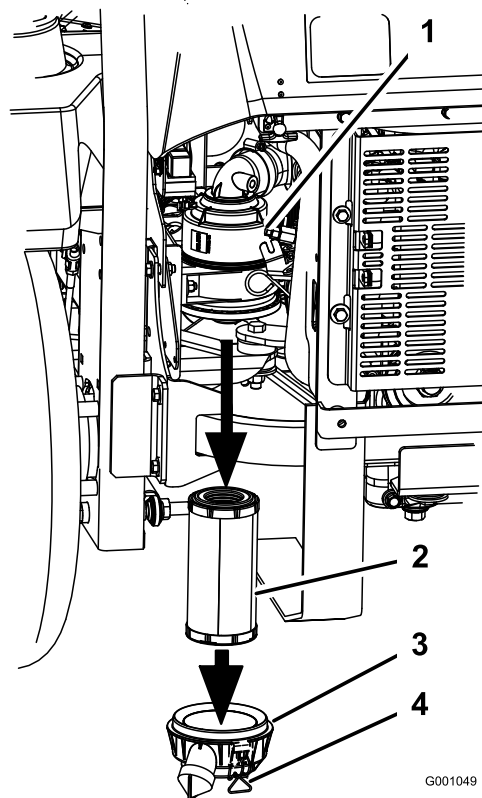

Figure 31
3. Ouvrez les attaches du filtre à air et enlevez le couvercle du corps du filtre (Figure 31).
5. Sortez l'élément filtrant du corps du filtre avec précaution (Figure 31). Évitez de cogner l'élément à l'intérieur du corps.